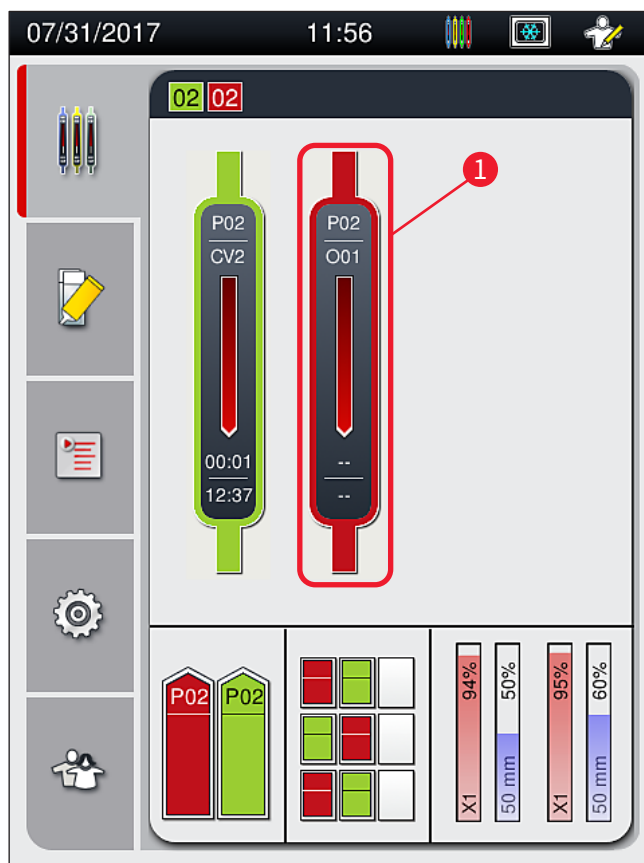
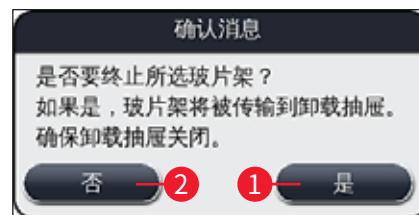

图 78
图 80
① 只能使用进程状态显示取消盖片操作（→ 图 78）。
按下**终止玻片架染色** (→ 图 79-1) 按钮后, 显示一条信息消息 (→ 图 80)。使用按钮是 (→ 图 80-1) 确认取消, 或按下否 (→ 图 80-2) 返回进程状态显示 (→ 图 78)。